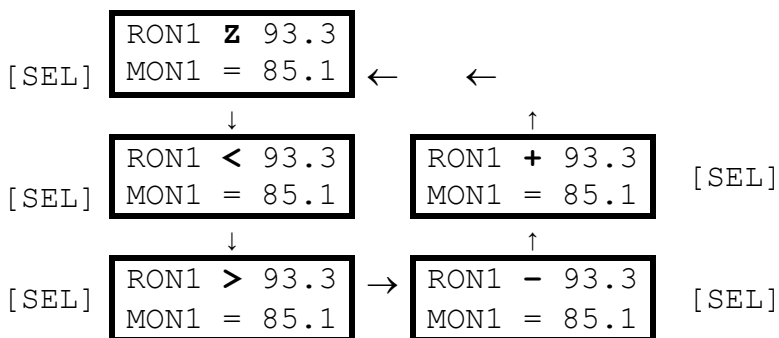

Рис. 5. Выбор операции коррекции
3.6.4. С помощью кнопки [SEL] выбрать операцию коррекции (рис. 5) из следующего набора: